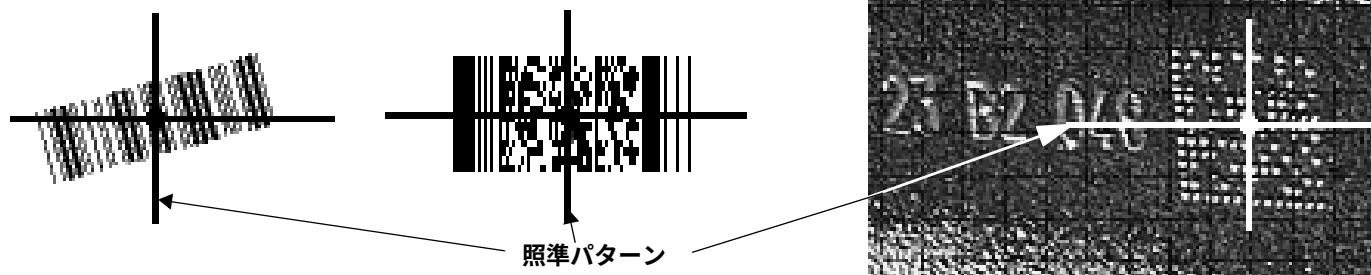

図 2-4 イメージャー照準パターンでのスキャン方向
- ✓ **注** DS3578-DP20005WR および DS3578-DP2F005WR デジタル スキャナでの Scanning Direct Part Mark (DPM) バーコード: DPM バーコード (図 2-4 を参照) で使用される一部の表面の反射する性質のため、ターゲットに関してデジタル スキャナの角度を傾ける必要が出てくる場合があります (Zebra では 25 ~ 45 度を推奨)。たとえば、アルミニウムの表面にマークされた 15 mil ドット ピーニング Datamatrix バーコードを DS3578-DP でスキャンするとき、デジタル スキャナのノーズから 2 ~ 3 インチにターゲットを置き、デジタル スキャナを 30 度の角度に傾けます。